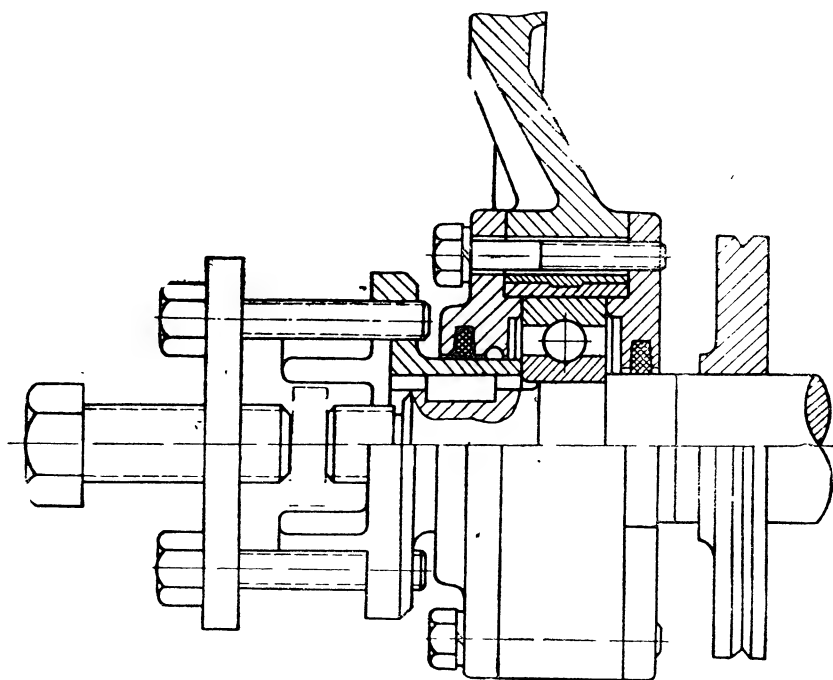

Рис. 14. Снятие полумуфты.
- ж) расконтрить стопорную шайбу 5, отвернуть гайку 3 и съемником снять полумуфту 2. Использование съемника см. рис. 14.